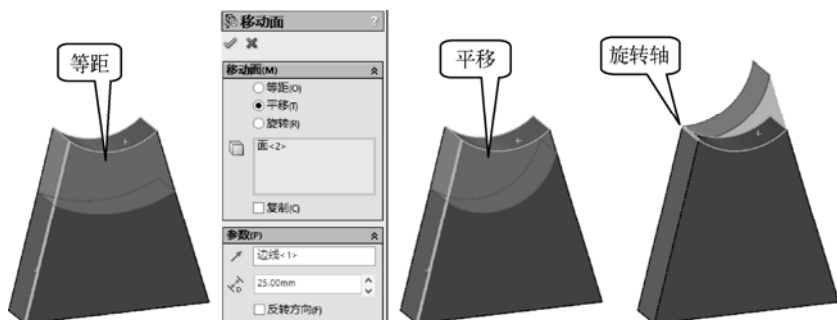

图 5-32 “移动面”的三种形式
- “平移”方式: 要移动的面以平移的方式移动, 相邻面进行相应延伸或裁剪, 所谓“平移”是指在“参考方向”(此时需要选择参考方向)的方向上, 要移动的面上的每一点与原面对应点的距离都相同, 如图 5-32 中图所示。
- “旋转”方式: 以某个旋转轴为参照, 以旋转方式移动面, 如图 5-32 右图所示。